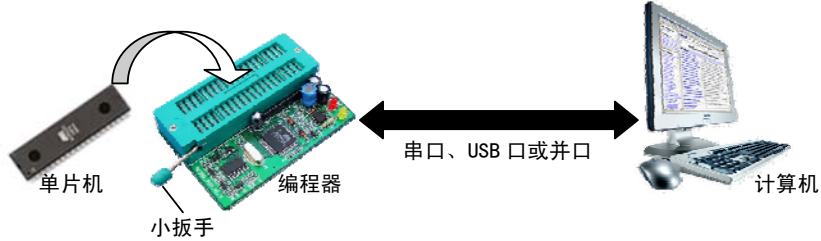

图 1-15 编程器的工作过程
1. P13 页图 1-15“小扳手”上缺了一条指示线，应改成